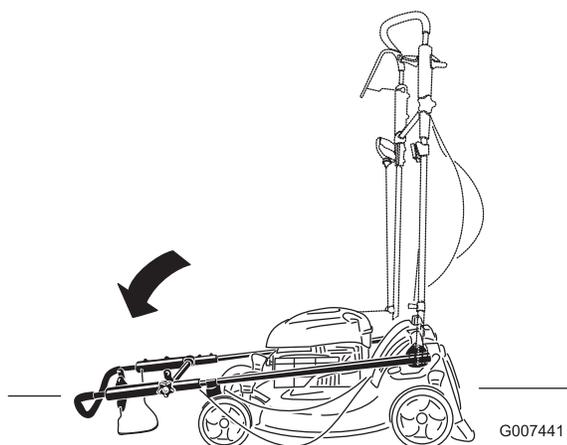

Figure 55
2. Repliez le guidon complètement vers l'avant et desserrez le bouton de la partie supérieure du guidon (Figure 55).